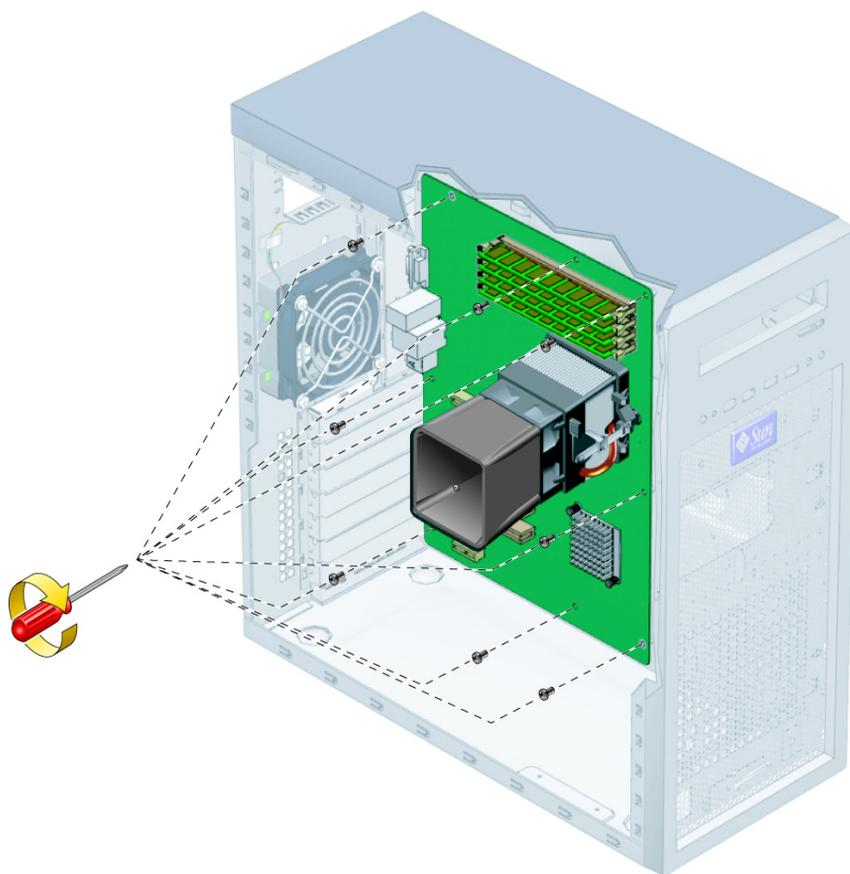

РИС. 4-43 Установка материнской платы
3. Завинтите восемь винтов с крестовым шлицем, крепящих материнскую плату к корпусу. Затяните винты с усилием 8–9 дюйм-фунтов (см. РИС. 4-43).